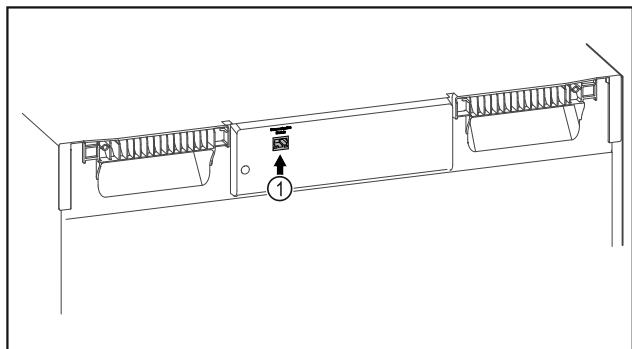

Fig. 127
- SmartModule Fig. 127 (1) 已使用。